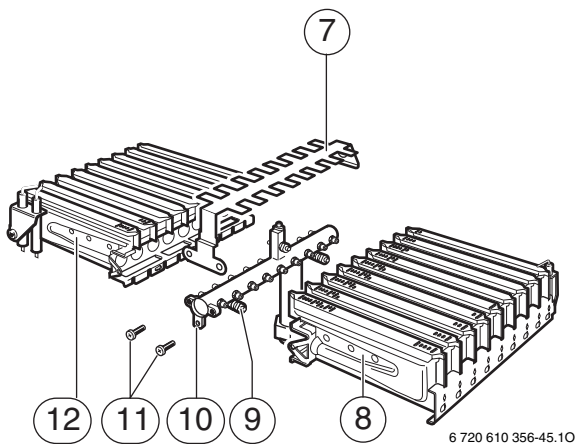

Fig. 42
- ▶ Svitare le viti (fig. 42, pos. 11).
- ▶ Togliere il lamierino spargifiamma (7).
- ▶ Rimuovere i pacchi diffusori (12 e 8) del bruciatore dalla rampa (10).